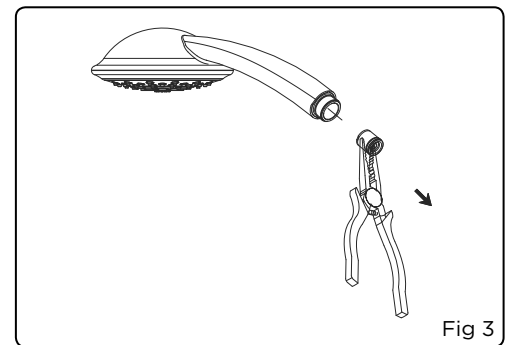

Fig 3
3. Using the drill bit, carefully drill four holes. TIP: INSTALL ONE POST, THEN ASSEMBLE SLIDE BAR AND CONFIRM HOLE POSITION OF SECOND POST BEFORE DRILLING (Fig 3).
3. À l'aide d'un foret, percer délicatement les quatre trous. CONSEIL: INSTALLER UN POTEAU, PUIS ASSEMBLER LA BARRE DE MONTAGE. VÉRIFIER LA POSITION DU TROU DU SECOND POTEAU AVANT DE PERCER (fig. 3).
3. Use la broca para taladrar 4 orificios. DESPUÉS DE INSTALAR EL PRIMER MONTANTE, ENSAMBLE LA BARRA Y CONFIRME LA POSICIÓN DEL SEGUNDO MONTANTE ANTES DE TALADRAR (fig. 3).